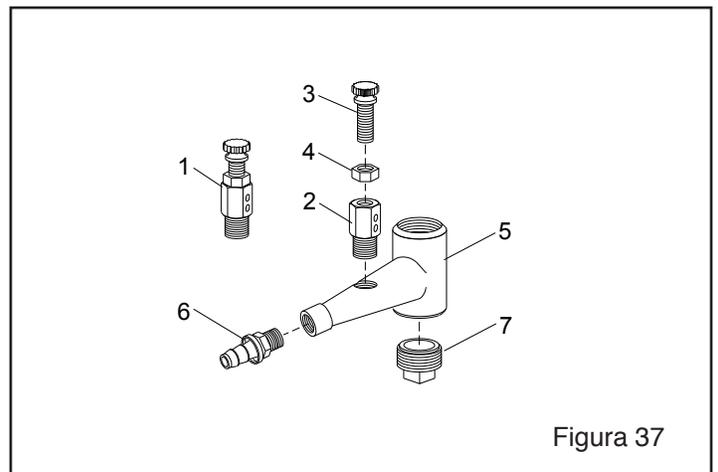

Figura 37
**9.8 Ensamble de Válvula Dosificadora, Figura 37**